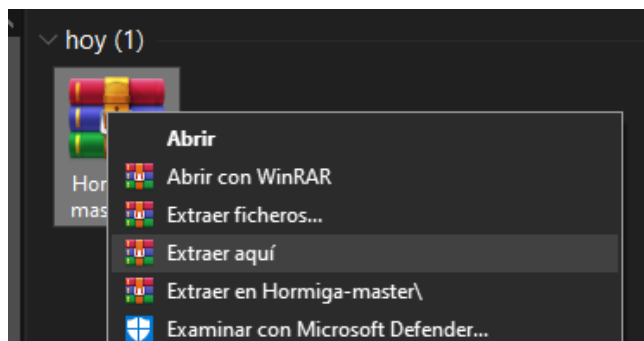

Ilustración 3 Hormiga-master.zip.
Paso 2.3: Una vez descargado el .zip lo descomprimos (Ilustración 3).